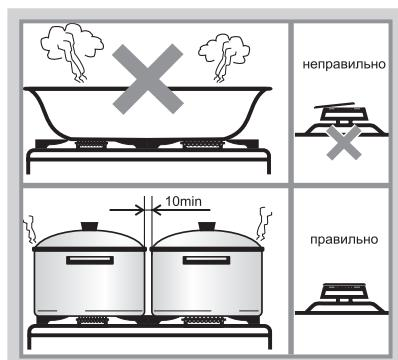

Рис.23
- Размеры посуды (см. табл. 8 и рис.23) и режим работы горелок нужно выбирать таким образом, чтобы пламя не выходило за края и не «лизало» боковые стенки.
- Запрещается устанавливать на решетки какие-либо дополнительные рассекатели пламени и пользоваться горелками со смещёнными крышечками (рис. 23). Это может привести к разрушению стеклянного стола или необратимому ухудшению внешнего вида стола из нержавеющей стали.